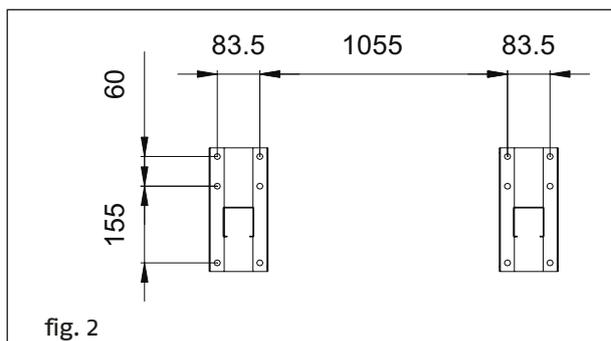

fig. 2
- ripetere la stessa operazione con il secondo supporto di base, messo a corredo, rispettando la distanza indicata nella fig.2. I due supporti dovranno essere allo stesso livello (verificare con bolla).